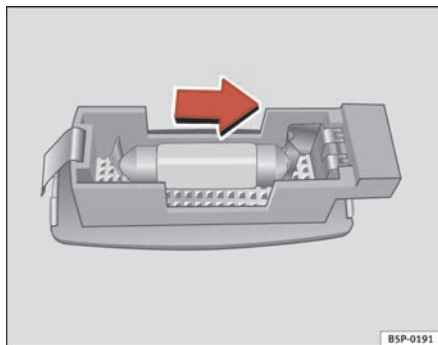

Abb. 201 Ausbau der Leuchte in der Sonnenblende
- Das Lampenglas mit einem Schraubenzieher vorsichtig an der Vertiefung heraushebeln, wie dies der Pfeil zeigt ⇒ Abb. 201.
⇒ Abb. 201. ■